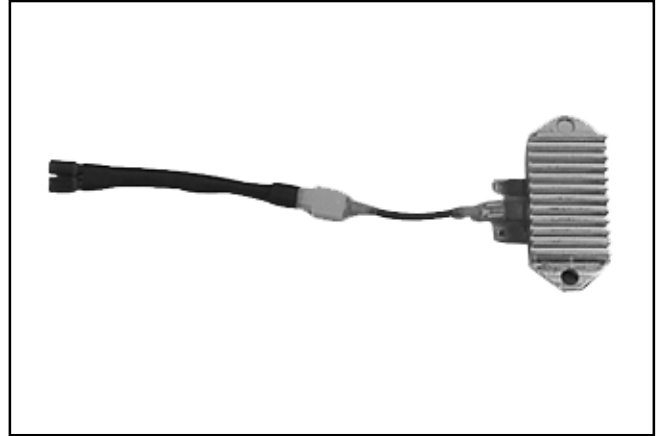

Figura 8-24.
1. Collegare l'adattatore a cavo singolo tra il terminale B+ (centrale) del raddrizzatore-regolatore da testare e l'estremità singola quadrata del cavo dell'adattatore tandem. Vedere Figura 8-24.